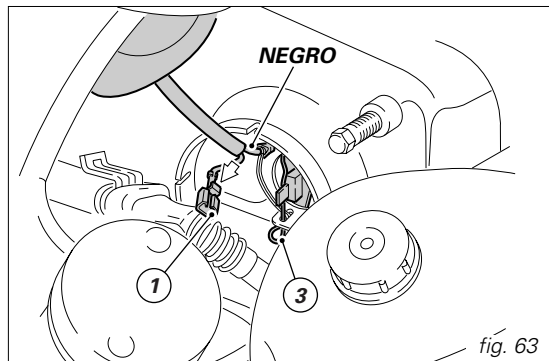

fig. 63
Quitar el borne (1, fig. 63) de la lámpara presionando el pulsador de desenganche rápido inferior.
Para sustituir las bombillas del faro no es necesario desmontar del cuerpo faro el borne del cable negro de masa. Desenganchar el muelle (3) que sujeta la lámpara y desmontarla de su soporte (fig. 63 y 64). Sustituir la bombilla